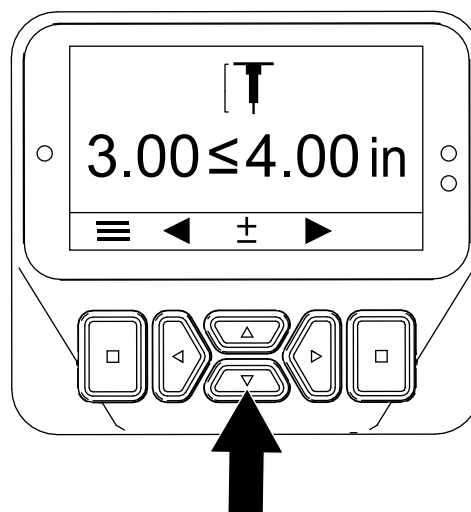
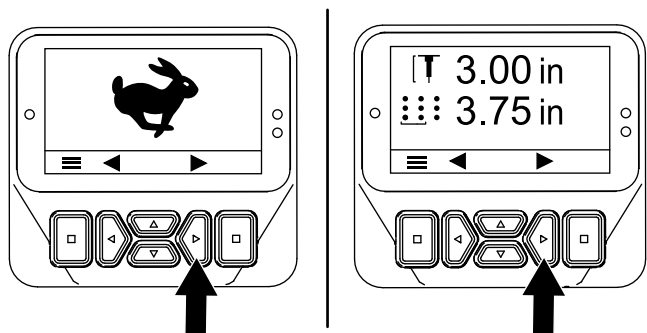

图 52
图 51
3. 按右侧按钮直至“设置孔深”屏幕显示 图 51 和 图 52。
4. 按照如下方式使用上下按钮 图 52 调节打孔针深度